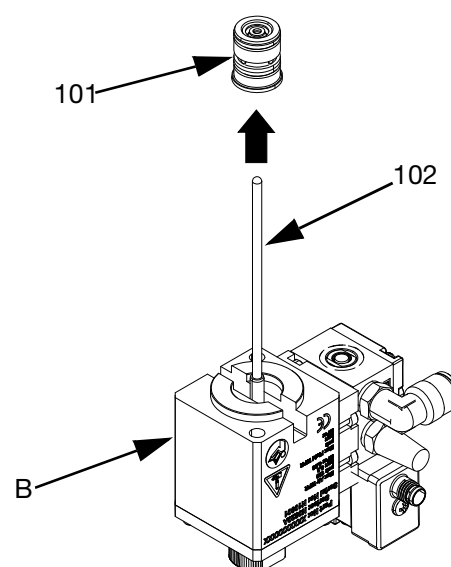

FIG. 13
1. Ta bort tätningssatsen (101) genom att dra av den från stängenhetens (102) axel.
2. Inspektera stängenhetens (102) spets och axel med avseende på spår eller märken. Byt ut stängenheten om den är utsliten. Se FIG. 13, sidan 21.